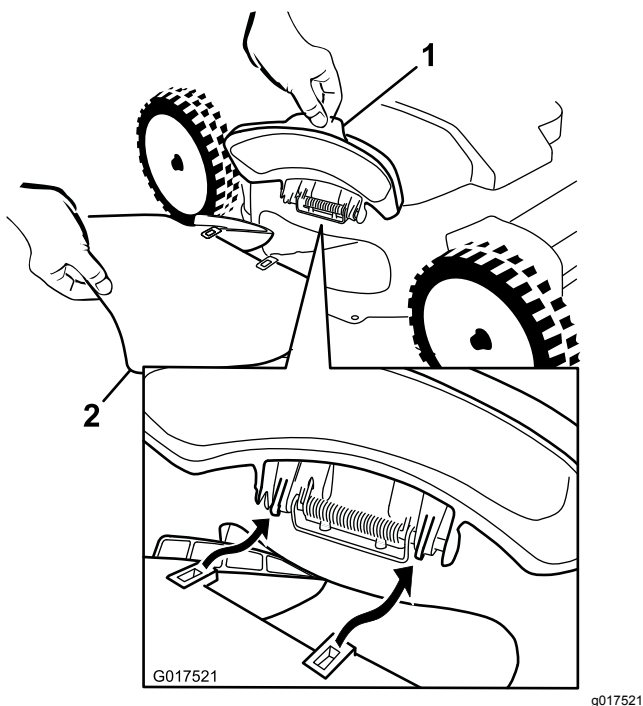
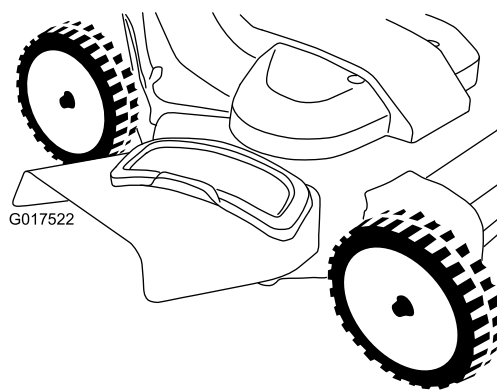

Рисунок 28
Рисунок 29
1. Поднимите боковую выпускную дверцу, чтобы открыть ее (Рисунок 28).
2. Установите желоб для бокового выброса, как показано на Рисунок 28 и Рисунок 29, и закройте дверцу на желобе.